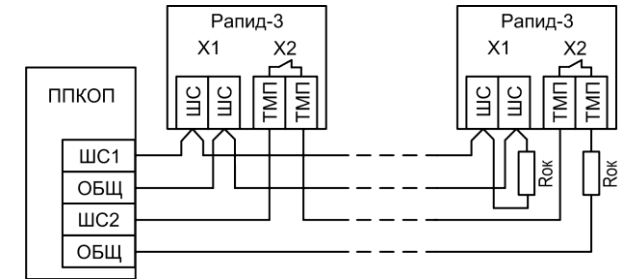

Рис.3 Схема подключения извещателей к ППКОП
• Подключение извещателя к прибору приемно-контрольному охранно-пожарному (ППКОП) осуществляется по двухпроводной схеме (см. рис.3). Для работы извещателя не требуется источника напряжения 12 В и соответствующей линии питания.
При помощи отвертки с плоским шлицем удалите пластиковые заглушки на основании извещателя в месте крепления ответной части кронштейна, а так же выломайте специально перфорированные отверстия, которые будут использованы для прокладки проводов – см. рис.2а. Закрепите на основании извещателя ответную часть кронштейна, установите плату в основание. Подключите провода в соответствии со схемой подключения (рис.3), предварительно продев их в отверстия. Полярность подключения ШС и ТМГ может быть любой. Закройте крышку извещателя и закрепите ее винтом внизу.
При монтаже последнего в шлейфе извещателя, к контактам ШС и ТМГ подключите оконечные резисторы Рок (рис.3).